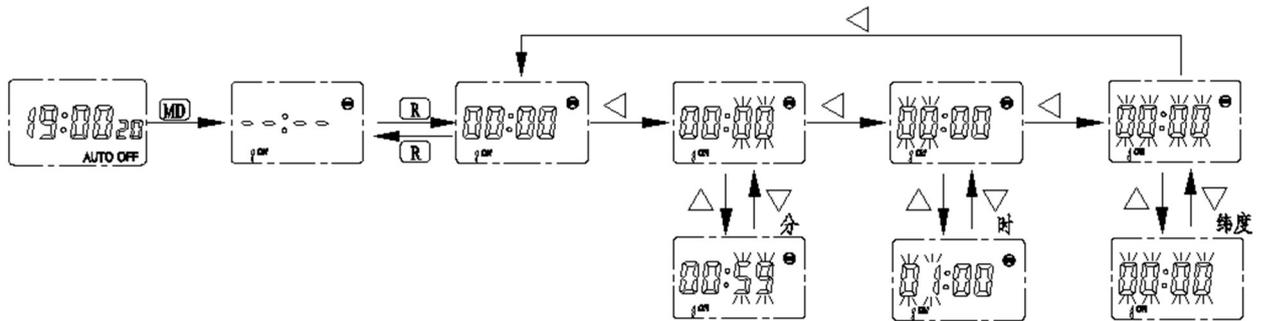

Рисунок 11. Светодиодный индикатор (задайте ВКЛ. первой группы)
3.2.2.6.1 Нажмите кнопку «MD» для входа в режим настройки первой группы ВКЛ. Нажмите кнопку « \triangleleft » для выбора «минуты», «часы» и «широта». Нажмите кнопку « \triangle » или « \triangleleft » для увеличения или уменьшения значения, настройте часы на необходимое время включения. Если пользователю необходимо настроить широту, следует активировать функцию широты. Появится символ « \oplus » после активации функции широты, как показано на рис. 11.